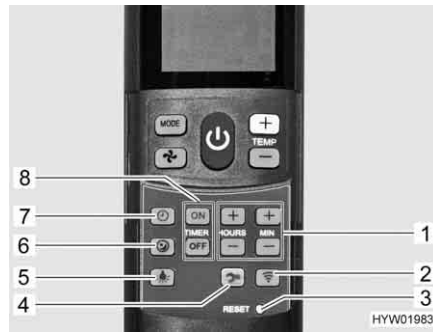

Fig. 213 Mando a distancia con teclas de ajuste
- Pulsar la tecla Marcha suave (Fig. 213,6). Entonces, el ventilador funcionará a baja velocidad en el funcionamiento de refrigeración y, de esta manera, de modo particularmente silencioso.
- Pulsar la tecla Hora (Fig. 213,7).
- Ajustar las horas y los minutos con las teclas (Fig. 213,1).
- Pulsar la tecla "ON" (Fig. 213,8).
- Pulsar las teclas para el ajuste de la hora (Fig. 213,1) hasta que se haya alcanzado el lapso de tiempo hasta la conexión.
- Pulsar la tecla "OFF" (Fig. 213,8).
- Pulsar las teclas para el ajuste de la hora (Fig. 213,1) hasta que se haya alcanzado el lapso de tiempo hasta la desconexión.
- Volver a pulsar la tecla "ON" o la tecla "OFF" (Fig. 213,8).
- Pulsar la tecla Luz (Fig. 213,5). La iluminación será conectada con el nivel de atenuación ajustado más recientemente.
- Pulsar la tecla Luz (Fig. 213,5) y mantenerla pulsada hasta que se alcance la luminosidad deseada.
- Pulsar la tecla Luz (Fig. 213,5).
- ▷ La tecla Instalación (Fig. 213,4) se usa para conectar el mando a distancia con la instalación de aire acondicionado durante la primera puesta en funcionamiento.